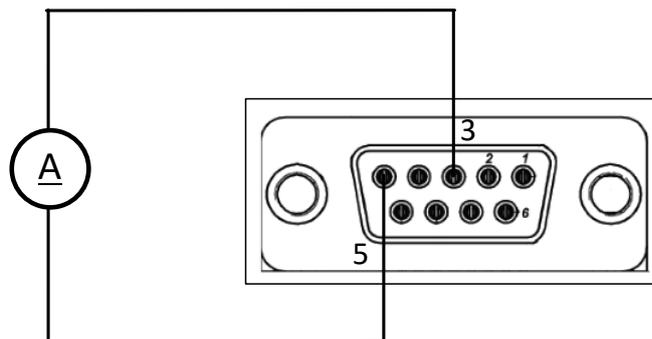

図8-6 IS420リモートアナログコントロールによる出力電圧モニタリング IS420コネクタ配線
2. 図8-6に示すようにIS420コネクタの配線を行い、ACパワースイッチをONにしてください。